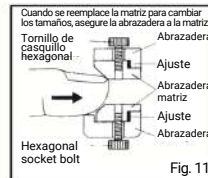

Fig. 11
- 3 Cuando se reemplace la matriz para cambiar los tamaños, asegúrese de ajustar correctamente la nueva matriz en la abrazadera antes de asegurarla con el tornillo de casquillo. (Fig. 11)